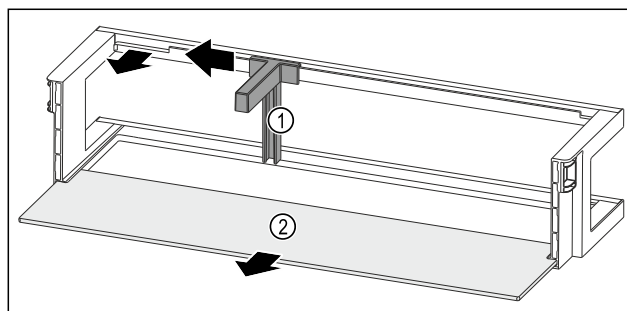

Fig. 90 Odkladací priestor vo dverách s držiakom fliaš a odkladacou plochou
- Potlačte držiak fliaš Fig. 90 (1) až k vybraniu do strany.
- Odoberte držiak fliaš Fig. 90 (1).
- Odoberte odkladaciu plochu Fig. 90 (2).